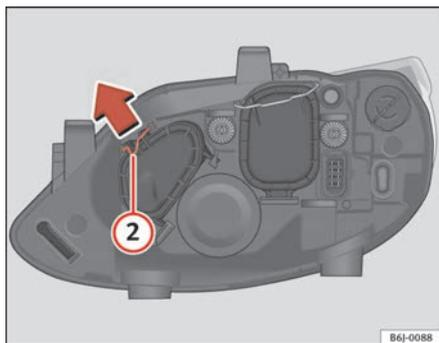

Fig. 147 Máximos
- Desloque o tirante ② no sentido da seta e puxe a tampa ⇒ fig. 147.